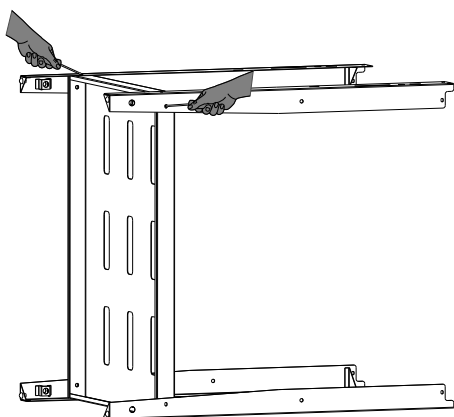

Fig.1
- 1 Coloque el Carro Portaparrilla de forma horizontal y fije las dos patas a la bandeja con dos tornillos en cada una (**Fig.1**), para facilitar el armado se recomienda no apretarlos completamente hasta tener todas las partes ensambladas. Luego, gire el conjunto hacia el otro lado y repita el mismo procedimiento con las otras dos patas (**Fig.2**). A continuación volteé el Carro Portaparrilla de forma vertical y termine de ajustar todos los tornillos (**Fig.3**).